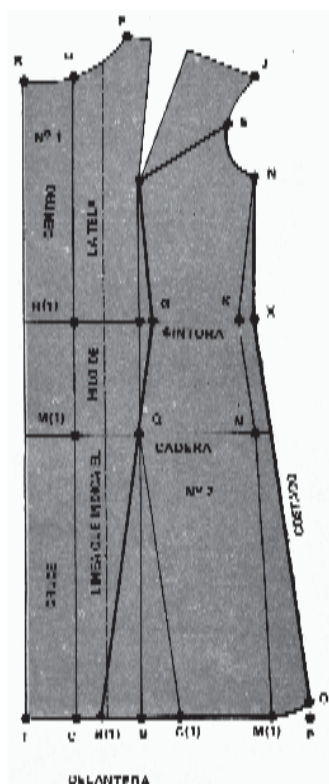

Fig. 3.
De B hacia C, aplicar el vuelo, más o menos 6 cm, punto B(1). Unir el punto B(1) al punto Q, en una línea hacia M(1), la misma medida, punto C(1). Unir C(1) al punto Q, en una línea (fig. 3).